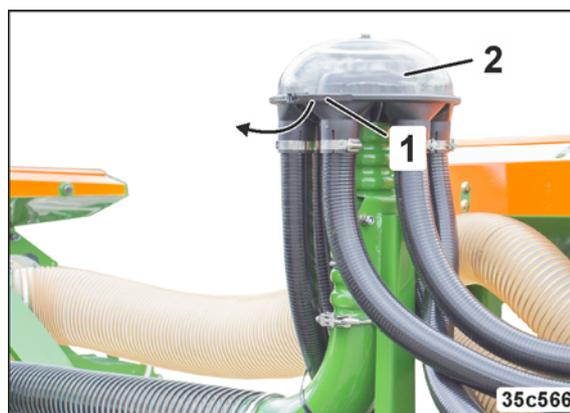

Fig. 287
3. Spannring (Fig. 287/1) lösen und die durchsichtige Kunststoffkappe (Fig. 287/2) vom Verteilerkopf abziehen.